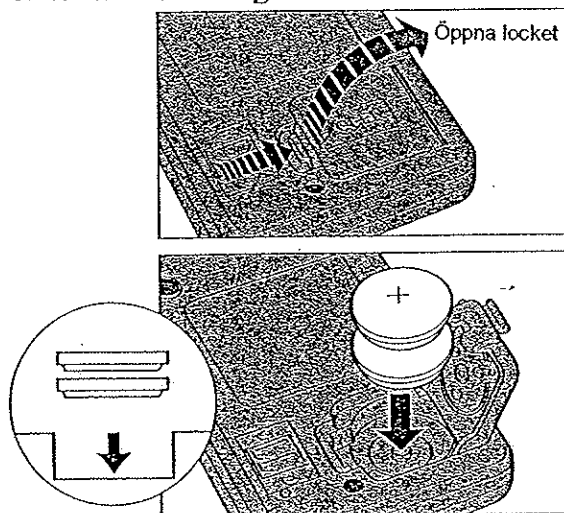

Fig. 1.
- Öppna batterilocket. Ta bort de gamla batterierna. (Fig.1)